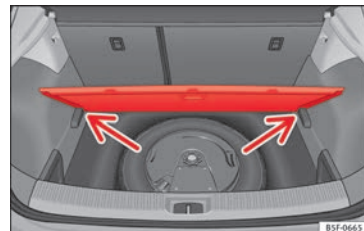

Abb. 180 Gepäckraum: variabler Gepäckraumboden
- Legen Sie den Gepäckraumboden auf die dafür vorgesehenen Aufnahmen » Abb. 180 (Pfeile).